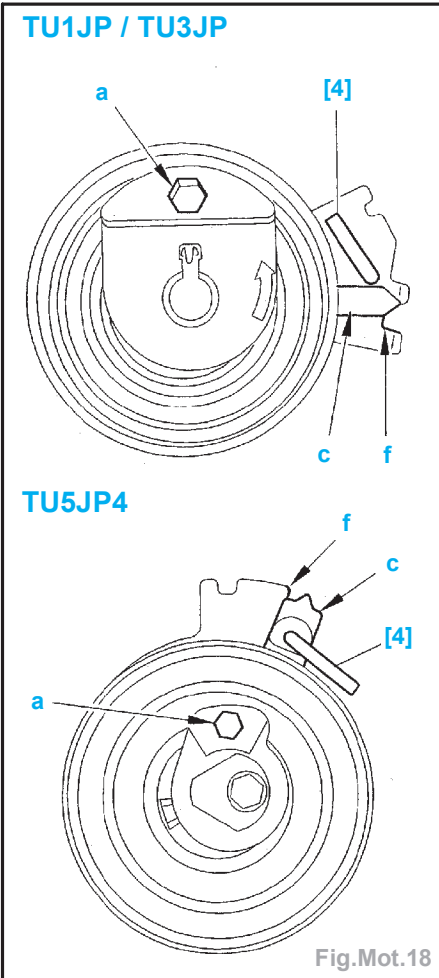

Fig.Mot.18
- Tourner le galet tendeur à l'aide d'une clé pour six pans creux (en «a») (Fig.Mot.18).